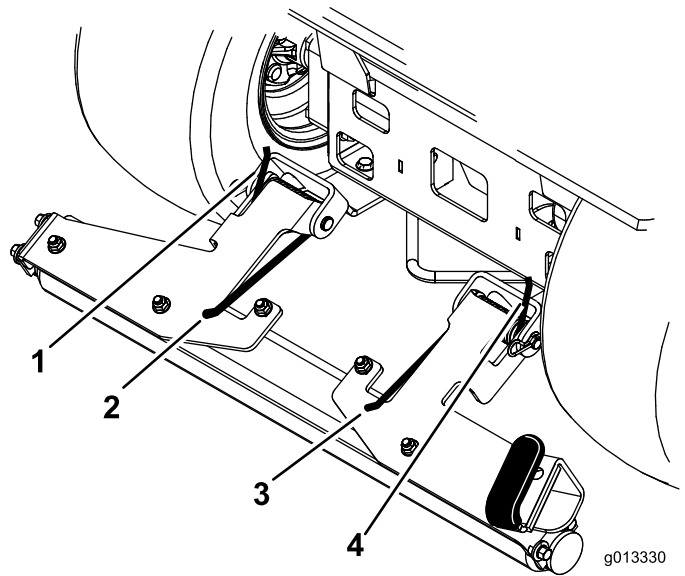

Figura 4
4. Tire hacia arriba del extremo interior del muelle para colocarlo encima del soporte del rodillo (Figura 4).